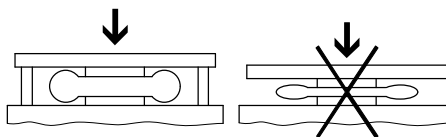

Fig. 3
- Accertarsi che il cilindro a soffietto non sia inferiore all'altezza minima h_{min} . Esempio Fig. 3.